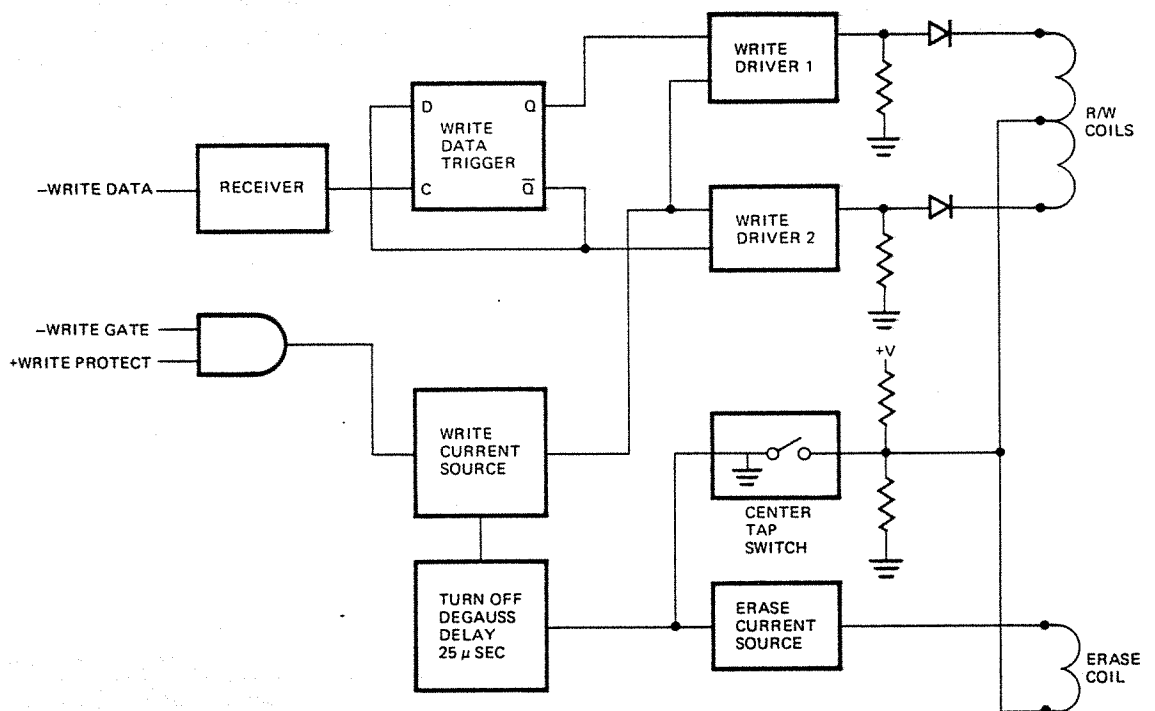

FIGURE 24. WRITE CIRCUIT FUNCTIONAL DIAGRAM
9.0 WRITE CIRCUIT OPERATION (FIGURE 24)